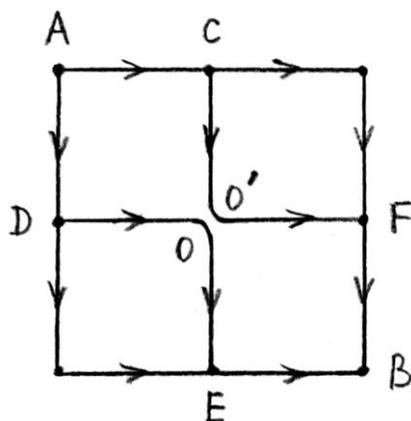

Рис.4.
- 2.1. Соберите на монтажном столе схему, показанную на рис. 4. Предусмотрите выключатель, соединяющий точки O и O'. Выберите значения сопротивлений одинаковыми и равными 1 кОм.
- 3.3. Между какими точками схемы, изображенной на рис.4, напряжение равно нулю?